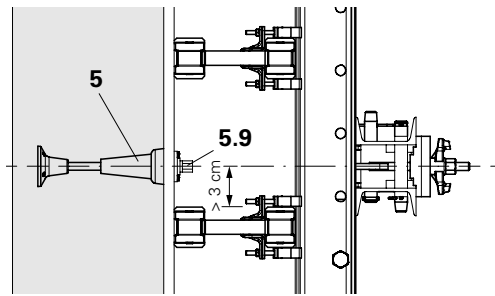

Fig. C1.05
De lo contrario, no es posible fijar los anclajes de espera (5) con la placa de posicionamiento de anclajes M 24 (5.9). (Fig. C1.05)